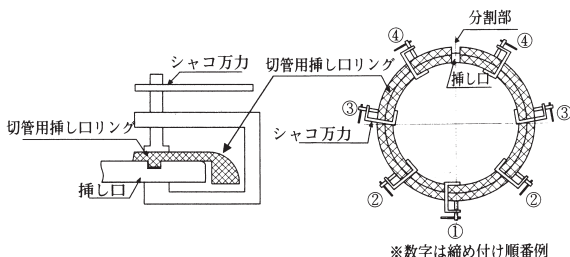

図59 切管用挿し口リングの締め付け
- ②シャコ万力を用いて、図59のように切管用挿し口リングの分割部の反対側から順次締め付ける。